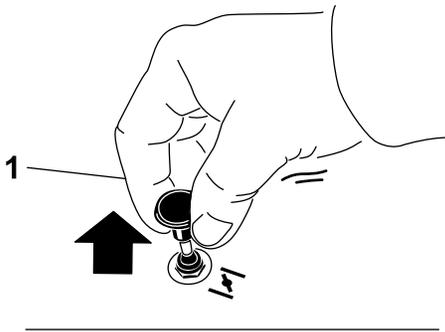

Figura 18
2. Tire hacia arriba del mando para engranar el estárter antes de usar el interruptor de encendido (Figura 18).
3. Presione hacia abajo el control del estárter para desactivar el estárter después de que el motor arranque (Figura 18).